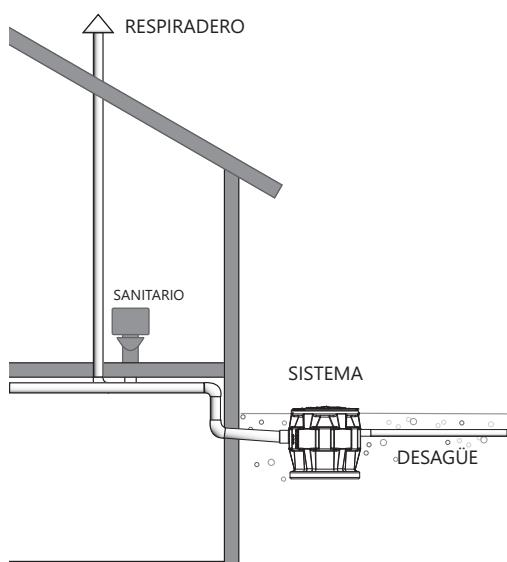

Figura 10. Ejemplo de ventilación alternativa Pro380SD
**F. Ventilación:** en los modelos de descarga vertical de las series Pro370 y 380, se proporciona una conexión roscada de 2" o 3" en la parte superior de la cubierta. La ventilación se debe canalizar a la ventilación existente del edificio, o extenderse afuera en su propio tubo vertical. En los sistemas de descarga vertical y lateral, el tamaño de ventilación debe ser de acuerdo con los códigos aplicables, pero no menor que el tamaño de descarga. Vea la Figura 10 un ejemplo de ventilación a través de la tubería de entrada como una solución alternativa.